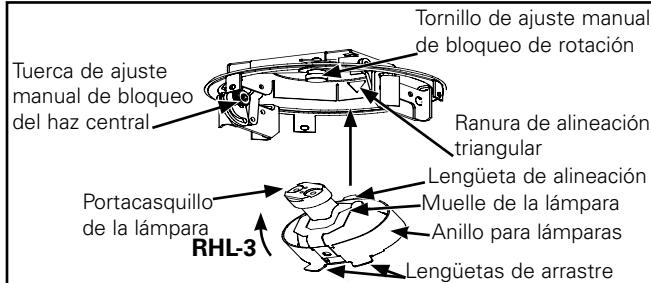

Figura 6.
- Tire de las lengüetas hacia abajo en el anillo para lámparas hasta que la unidad se desenganche de la unidad del disco giratorio (Figura 6.).
- Inserte la lámpara nueva. Asegúrese de que la lámpara quede apoyada contra la lente y sujetada por el muelle de la lámpara. Empuje el portacasquillo en la lámpara (Figura 6.).
- Pase los conectores del portacasquillo hacia adentro del capuchón y alinee la lengüeta de alineación del anillo para lámparas con la ranura triangular en el soporte de ajuste. Empuje las lengüetas hasta que se "sujeten a presión" en su lugar (Figura 6.).
Afloje el tornillo de ajuste manual de bloqueo de rotación (Figura 6.). Gire el disco giratorio a la ubicación deseada. Ajuste el tornillo de ajuste manual de rotación.
Afloje la tuerca de ajuste manual de bloqueo del haz central (Figura 6.). Inserte un destornillador entre las lengüetas de ajuste de luminosidad en el soporte de ajuste. Oriente el haz hacia la ubicación deseada y ajuste el tornillo de ajuste manual.